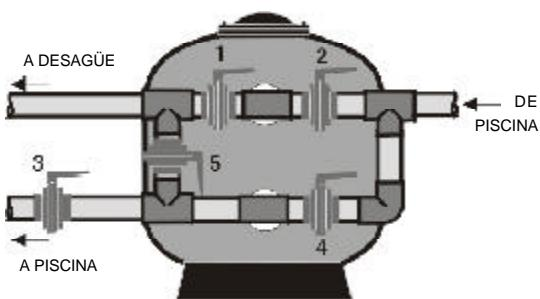

FIG.13
8.2. BATERIAS DE 5 VÁLVULAS (FIG.13)